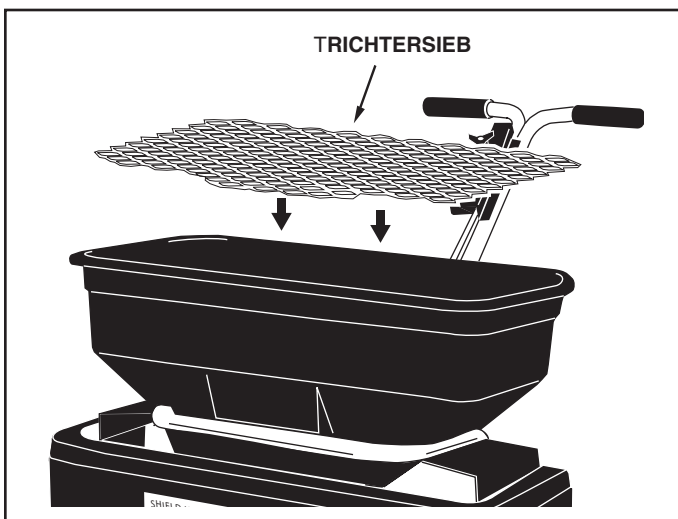

ABBILDUNG 14
26. Platzieren Sie das Trichtersieb im Trichter. Dieses zerbricht verklumptes Material und verhindert, dass große Klumpen den Boden des Trichters erreichen und die Öffnung des Trichters verstopfen. Siehe Abbildung 14.